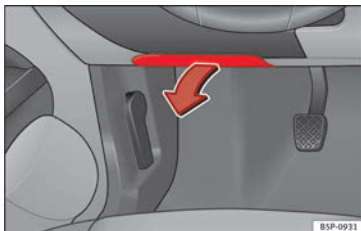

Abb. 173 Links in der Instrumententafel: Abdeckung des Sicherungskastens.
- **Öffnen:** Abdeckung nach unten aufklappen » **Abb. 173.**